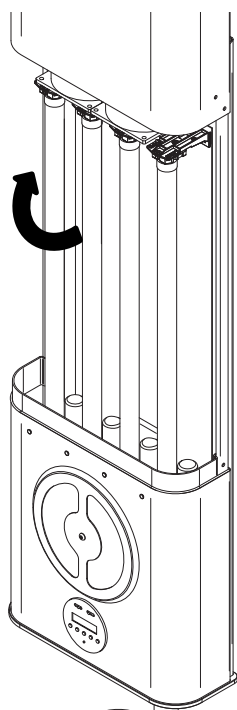

Fig.12
5. Ora è possibile sostituire le lampade, per procedere afferrare delicatamente la lampada e **ruotarla di 90°**, sino a sentire un doppio **“CLIC”**, a questo punto sarà possibile estrarla. Ripetere l'operazione per tutte e 4 le lampade. (Fig. 12)